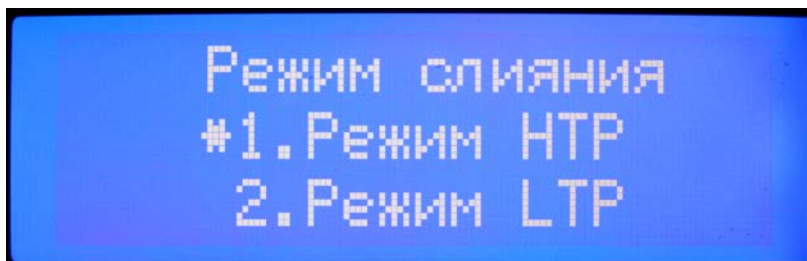

Рисунок 8: Выбор режима слияния
- Нажать на кнопку «3», после чего отобразится меню (Рисунок 8). Установленный режим будет отмечен звездочкой;